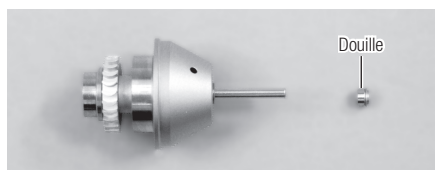

Fig. 21
- 2) Placez le guide le plus long de la douille à l'extrémité du manche du rotor tout d'abord le long de la fraise test (Fig.21).